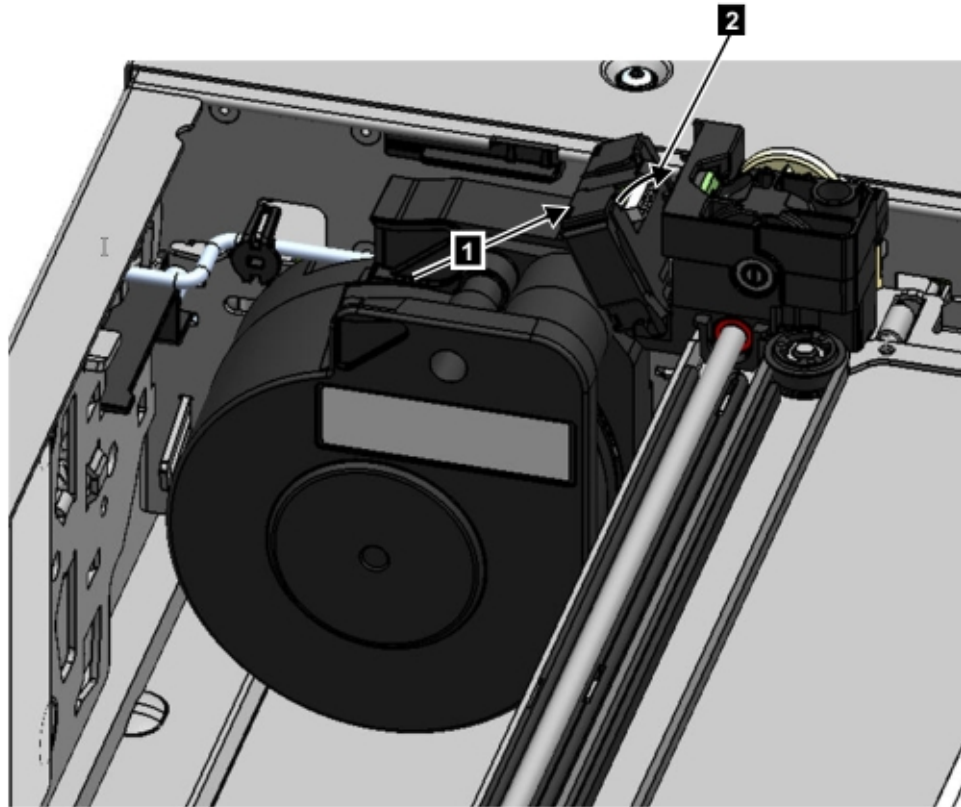

Abbildung 77. Spooling-Kabel installieren
5. Setzen Sie das Spooling-Kabel an der Stelle in die Halterillen, an der es an den Zugriffsmechanismus angeschlossen wird, und drehen Sie das Kabel so lange, bis es einrastet. Siehe Abb. 77 auf Seite 141.